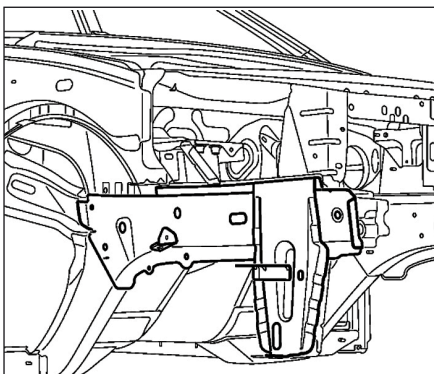

FIG.19
- Respecter la ligne de découpe (Fig.19).